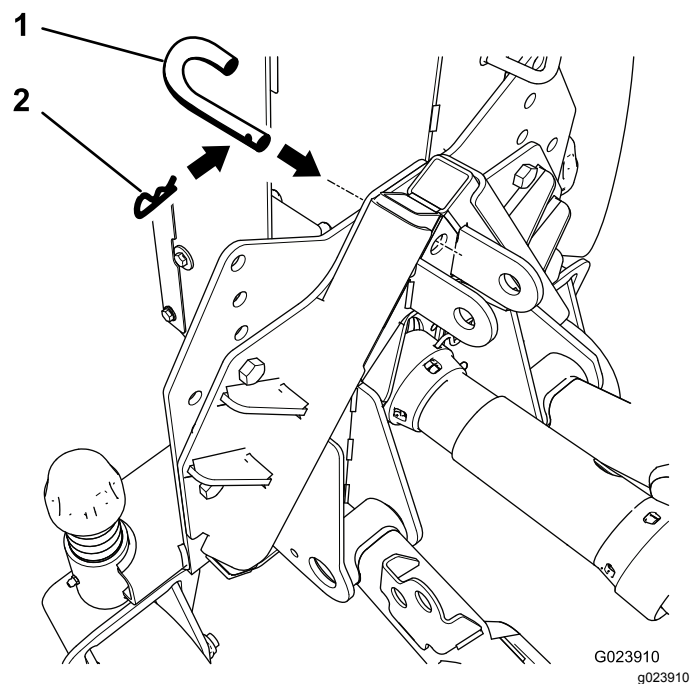

図 7
4. アダプタにロッキングピンを通して、ヘアピンコッターで固定する図 7。